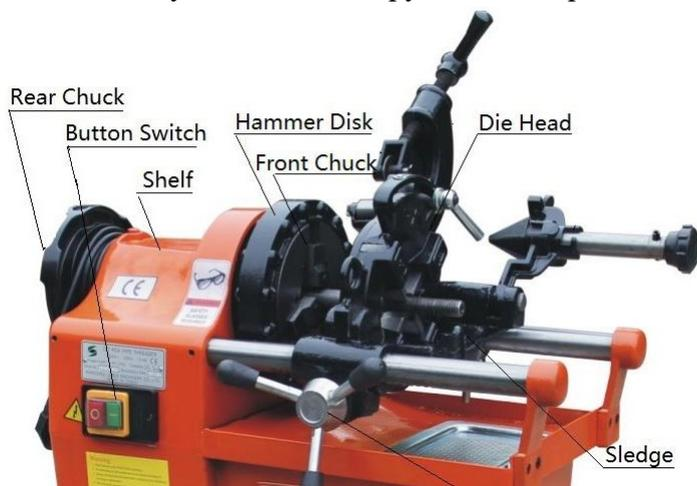

Рис.3
- c. Удерживая трубу рукой, сначала затяните задний патрон, затем затяните передний патрон, чтобы зафиксировать трубу, затем ударьте ударным диском против часовой стрелки, чтобы затянуть его, чтобы труба была хорошо зажата (рис. 3).